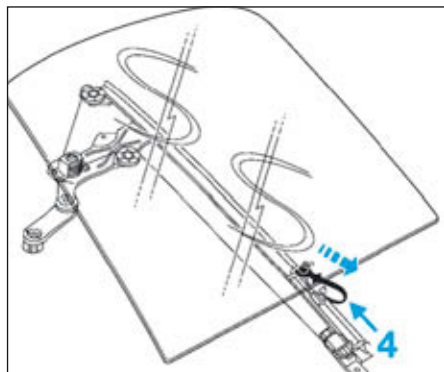

FIG.97
- Déclipper la fourchette (4) (Fig.97).
- Clipper la fourchette de lève-vitre (4) (Fig.97).